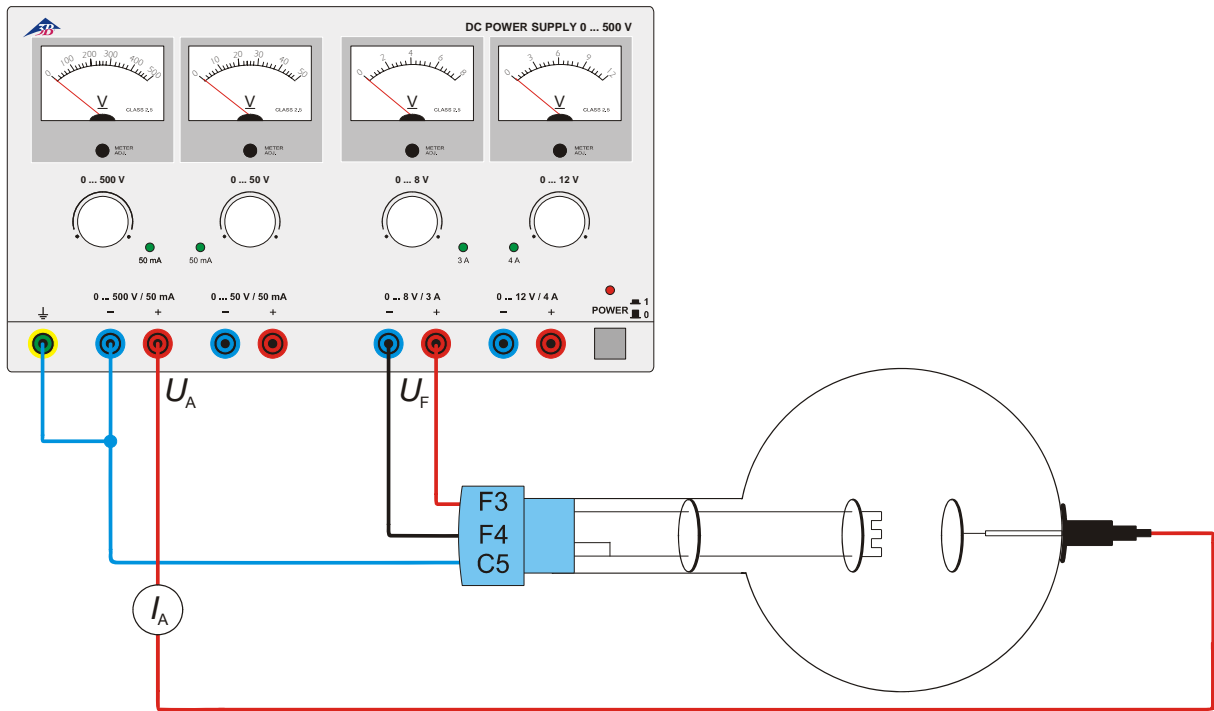

Fig. 1 Abhängigkeit des Anodenstroms von der Heizspannung und Nachweis des Anodenstroms mit einem Messgerät
- Schaltung gemäß Abbildung 1 vornehmen.